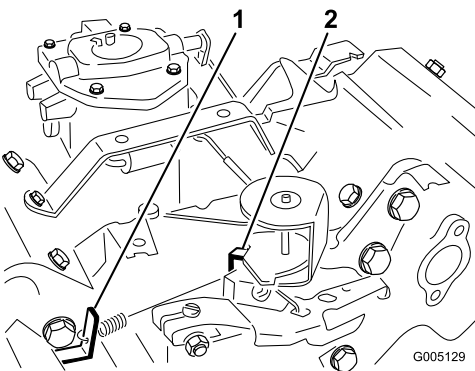

Bild 36
3. Biegen Sie den Anker-Federmitnehmer (Bild 36), um eine Leerlaufgeschwindigkeit von 1625 ± 100 U/min zu erzielen. Prüfen Sie die Motordrehzahl mit einem Drehzahlmesser.
5. Stellen Sie den Gasbedienungshebel auf „Schnell“. Biegen Sie den Federankermittelnehmer in der Vollgaseinstellung (Bild 36), um eine hohe Leerlaufgeschwindigkeit von 2850 ± 50 U/min zu erzielen.